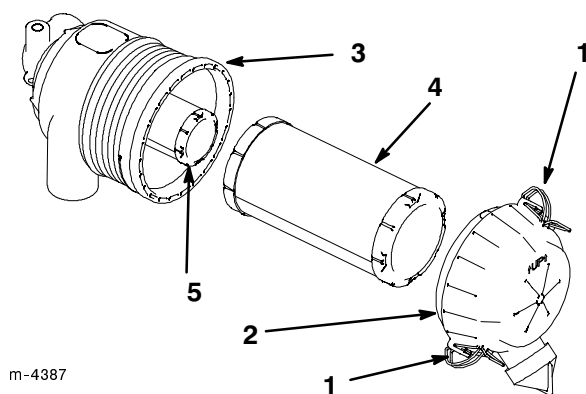

Figure 24
3. Ouvrir les fixations du couvercle du filtre à air et tirer le couvercle pour le séparer du corps du filtre (Fig. 24).
5. Retirer délicatement le filtre à air primaire du corps du filtre (Fig. 24), en prenant garde qu'il ne heurte les côtés de celui-ci. Ne pas retirer le filtre de sécurité, à moins d'avoir l'intention de le remplacer aussi.
2. Si l'on remplace le filtre de sécurité, le mettre en place avec précautions dans le corps de filtre (Fig. 24).
3. Glisser délicatement le filtre primaire sur le filtre de sécurité (Fig. 24). Pousser sur le bord extérieur du filtre lors du montage pour s'assurer qu'il est bien inséré à fond.
4. Monter le couvercle sur le corps du filtre à air, côté marqué "UP" vers le haut, et l'attacher à l'aide des fixations (Fig. 24).